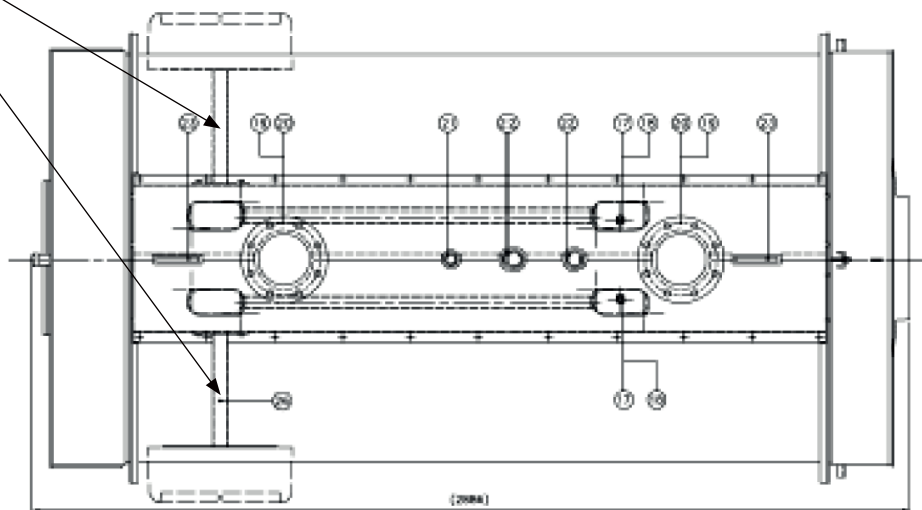

рис. 33
- 4)** осуществить электрические подключения пульта управления и закрепить его на корпусе котла используя соответствующие винты (рис. 33 и 34).